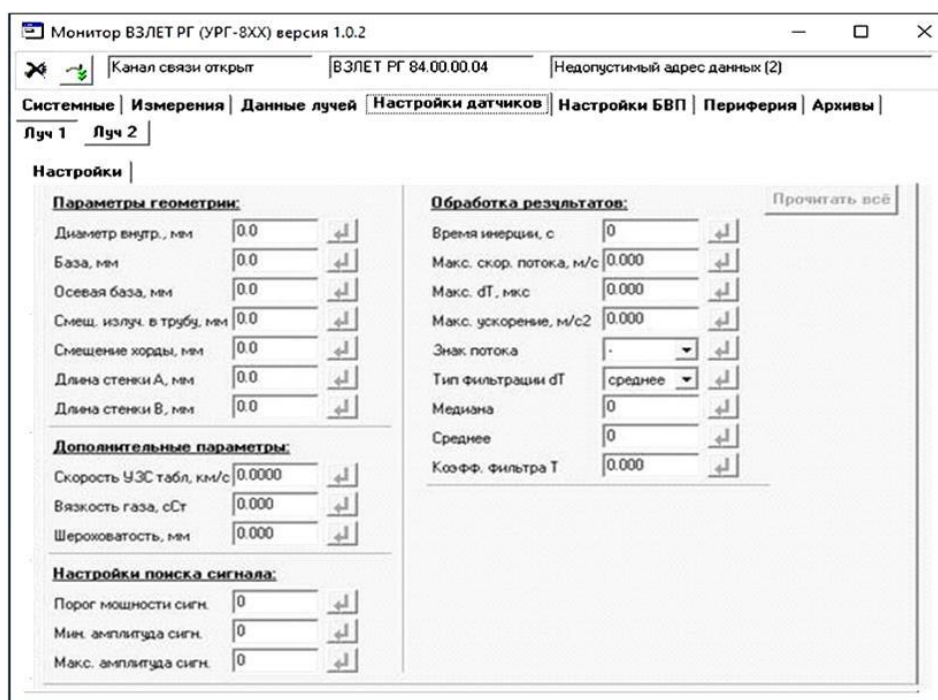

Рисунок 25 - Вкладка «Настройки датчиков»
6.6.1 Данная вкладка (см. рисунок 25) содержит два окна: «**Луч 1 / Настройки**» и «**Луч 2 / Настройки**». В обоих окнах устанавливаются необходимые параметры настройки ПЭА Г для однолучевой и двухлучевой схемы зондирования.